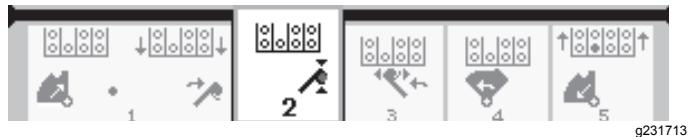

Figura 17
4. Suelte el interruptor basculante/botón para continuar con el paso siguiente de la secuencia (Figura 17).